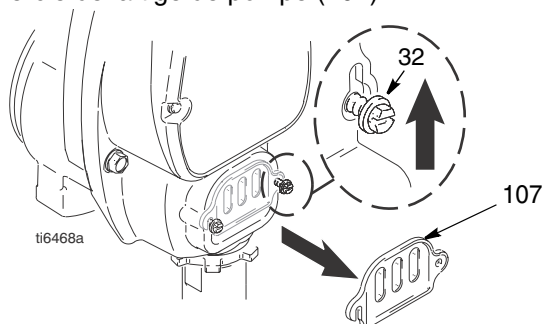

FIG. 15
3. FIG. 15. Desserrer les deux vis (32) et enlever le couvercle de la tige de pompe (107).